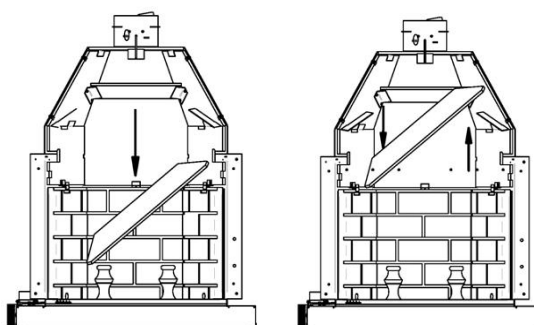

Figure 40.2
2. Mettez le coupe-feu à la verticale dans la cheminée pour le retirer. Figure 40.2